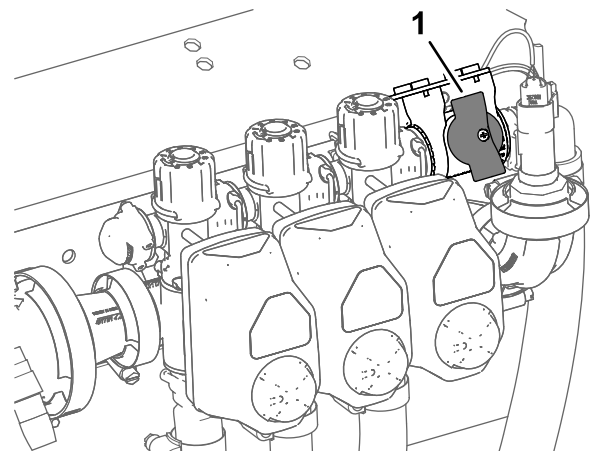

Bild 34
2. Drehen Sie das Handrad für das Abstellventil des Sicherheitsventil des Abschnitts in die geschlossene Stellung (Bild 34).